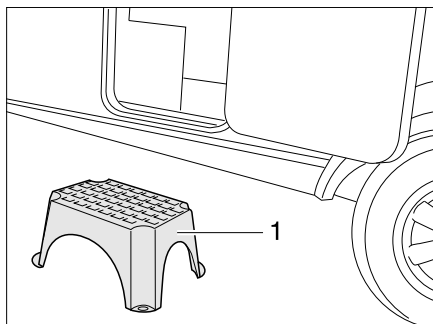

Bild 16 Eintrittsstufe (frei stehend)
- Die Eintrittsstufe (Bild 16,1) vor den Eingang des Caravans stellen.